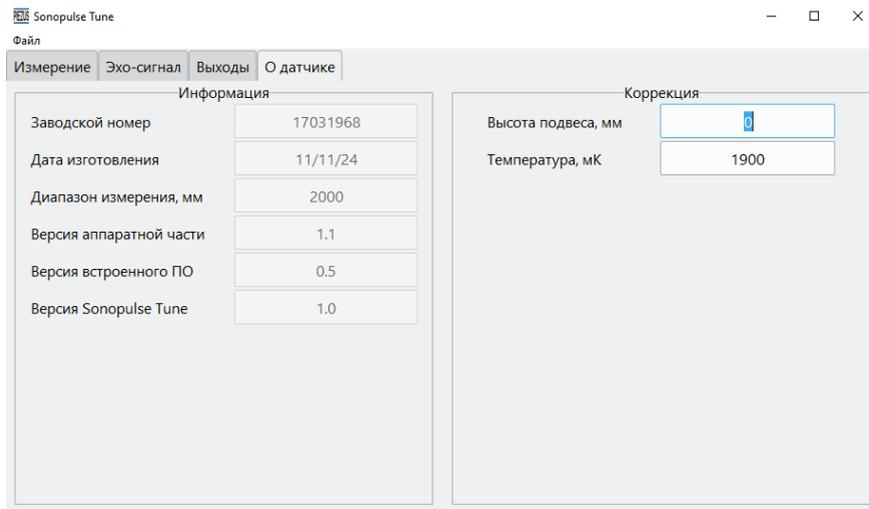

Рисунок 2.7 – Пример вида вкладки «О датчике».
6) На вкладке «**О датчике**» отображаются справочные параметры изделия от изготовителя, недоступные для изменений пользователем и корректировки, задающиеся при необходимости пользователем (**рисунок 2.7**).